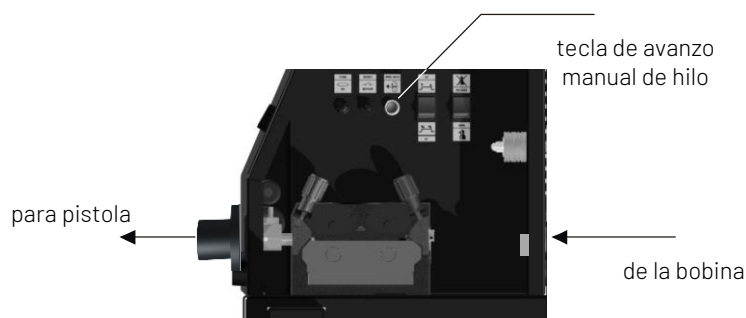

Fig.12
- Pulsar continuamente la tecla manual de avance de hilo ((Fig. 12 - wire inch) situada en el panel interior del alimentador; el motor roda a la velocidad seleccionada por el potenciómetro de regulación;